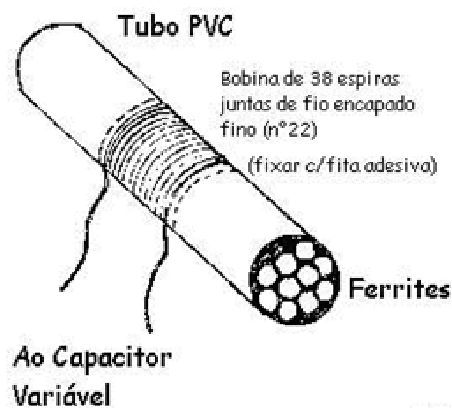

FIGURA 2
3. Enrole 38 espiras juntas de fio sobre o centro do tubo, formando uma bobina. Fixe o enrolamento e os extremos com fita adesiva, de modo que não se desprenda. Deixe aproximadamente 20 cm de fio livre em cada extremidade, que será utilizado para conexão ao capacitor variável (ver figura 2).